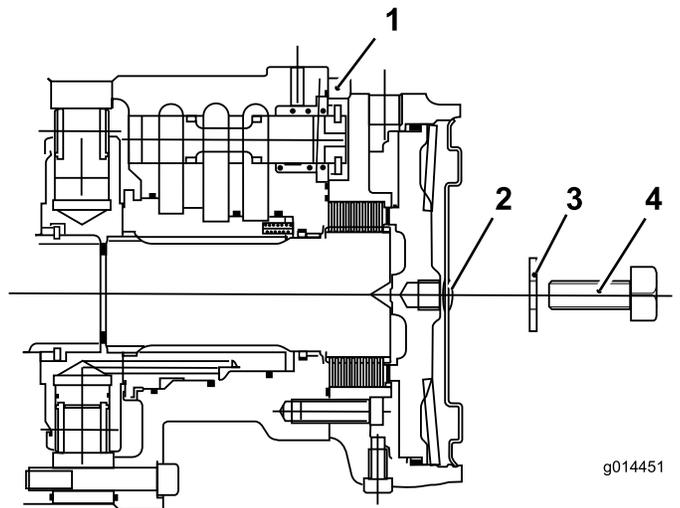

**Bild 34**
5. Setzen Sie eine **starre** Abschleppstange zwischen der Abschleppöse vorne an der Maschine und dem Zugfahrzeug ein **Bild 34**.